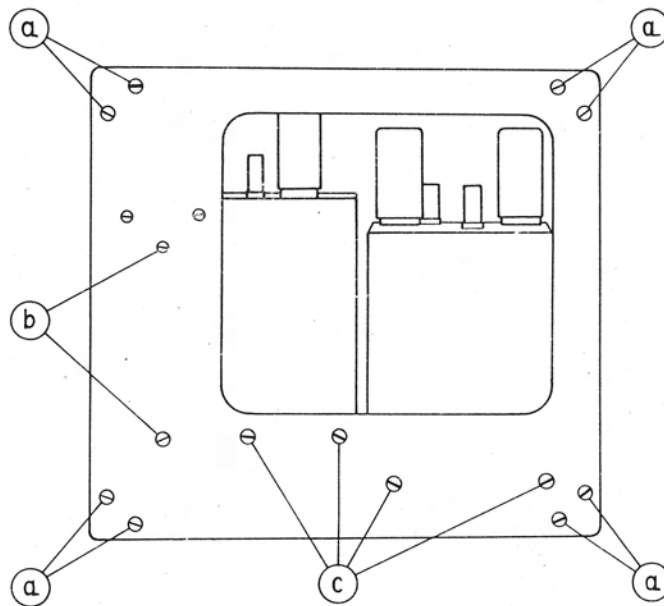

Fig. 21. — Vue arrière du châssis.
A) Démontage. (Fig. 21 et 22).
— Enlever les 8 vis à têtes fraisées (a) maintenant l'arrière du châssis et les 2 vis (b) (fig. 21).
— Enlever les 4 grosses vis à tête bombée (c) vissées dans une cuvette (fig. 21).
B) Remontage. (Fig. 21 et 22).